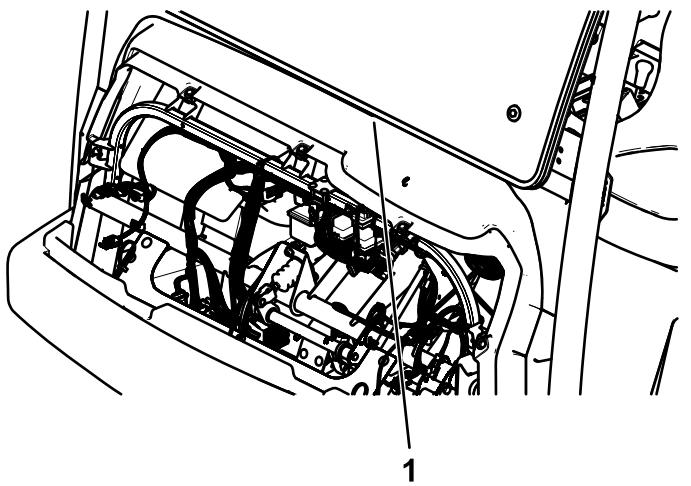

Bild 38
4. Entfernen Sie den Abstand zwischen dem Armaturenbrett und der Kabine. Stellen Sie hierfür die Gewindeschraube ( $\frac{1}{2}$ " x 4") ein, bis die Anschlagplatte am Armaturenbrett nach oben drückt (Bild 38).